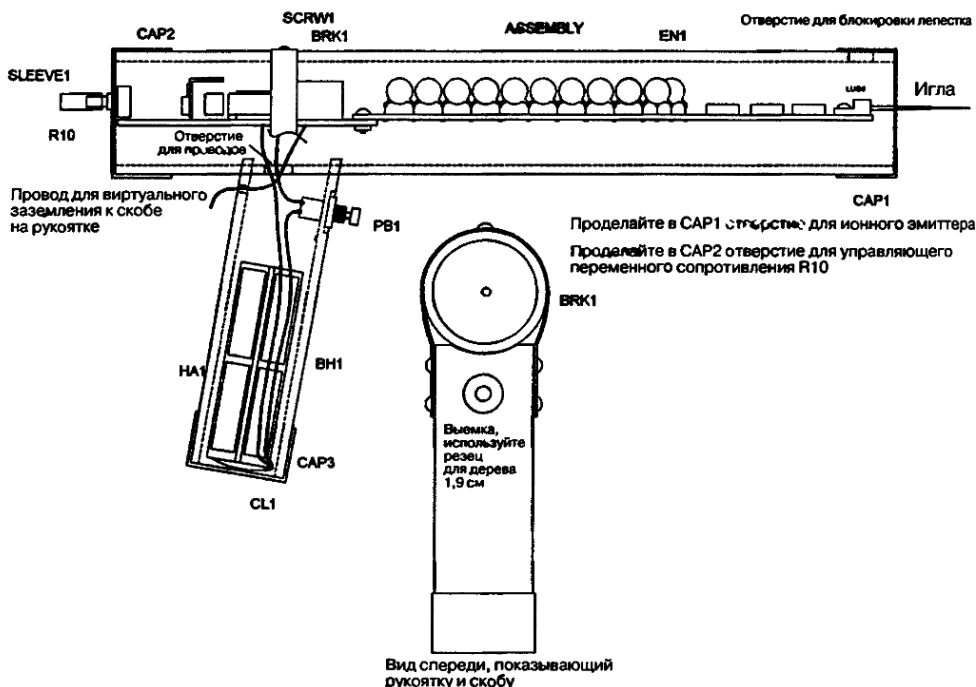

Рис. 22.9. Внутренне строение устройства в рентгеновских лучах
1. Изготовьте основной корпус EN1 из PVC трубки 6,03 см, как показано на рис. 22.9. Обратите внимание на два отверстия 1,27 см для установочного